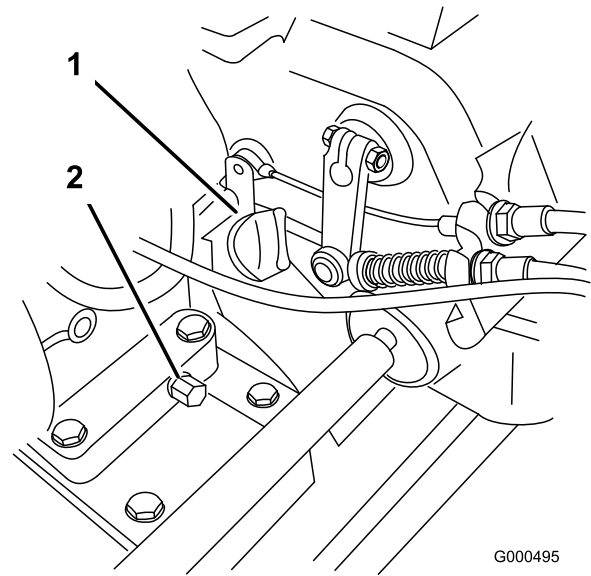

Bild 22
1. Stellen Sie den Rasenmäher so auf, dass der Motor eben steht und dann reinigen Sie den Bereich um den Ölpeilstab (Bild 22).
2. Stellen Sie eine Auffangwanne hinten an die Maschine unter die Ablassschraube (Bild 22). Entfernen Sie die Ablassschraube.